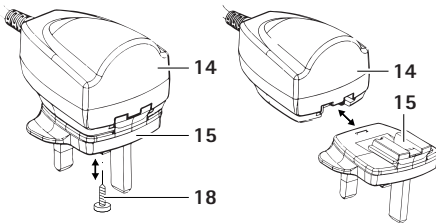

Fig. 3
- Soltar el tornillo de fijación 18 del adaptador 15, ver Fig. 3.
- Deslizar el adaptador 15 sobre la fuente de alimentación 14 hasta que encaje el bloqueo 16, ver Fig. 3.